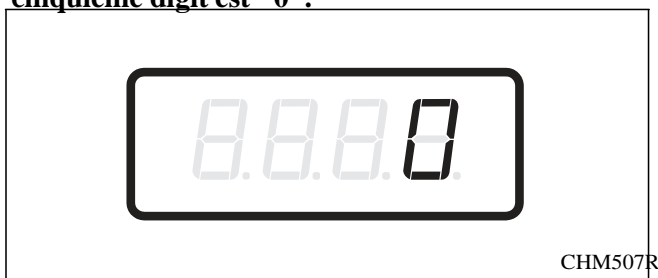

Figure 14
4. Lorsque "AtS2" s'affiche, appuyer sur la touche DEMARRAGE (Enter). Le Prix de vente #2 comprend cinq digits. Le cinquième digit s'affiche et clignote par intervalles d'une seconde. Se référer à la *Figure 14*.